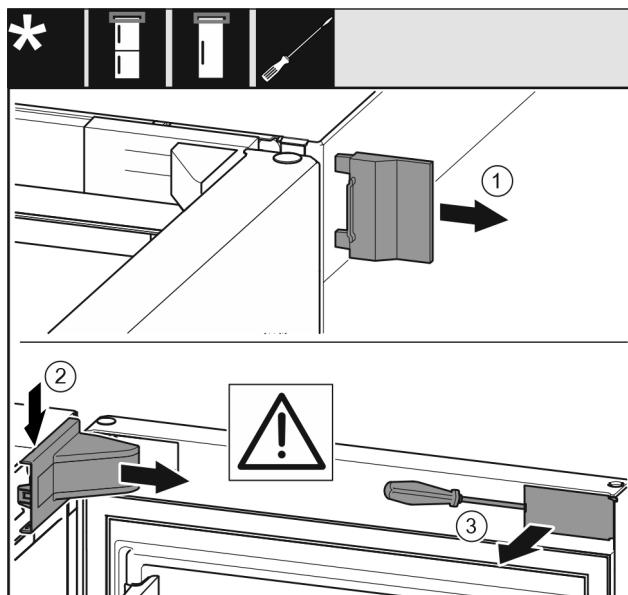

Fig. 8
- Skinite vanjski pokrov. Fig. 8 (1)
► Otkopčajte i otpustite pokrov podloška ležaja. Skinite pokrov podloška ležaja. Fig. 8 (2)
- Ravnim odvijačem otkopčajte masku i zakrenite je u stranu. Fig. 8 (3)